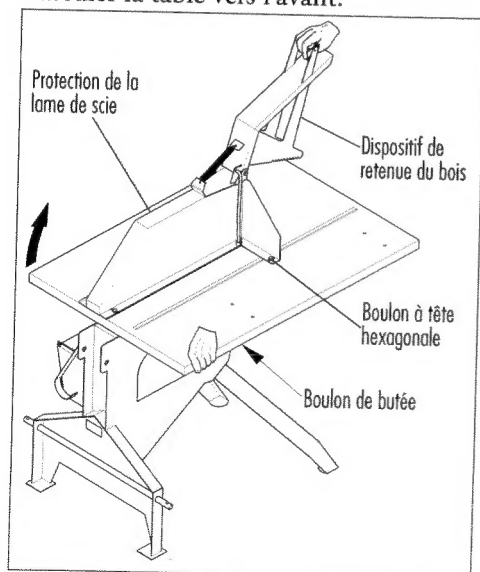

Figure 5 - Transformation pour la coupe longitudinale
• Replier la table vers le haut et abaisser. (voir Figure 5 - Transformation pour la coupe longitudinale).